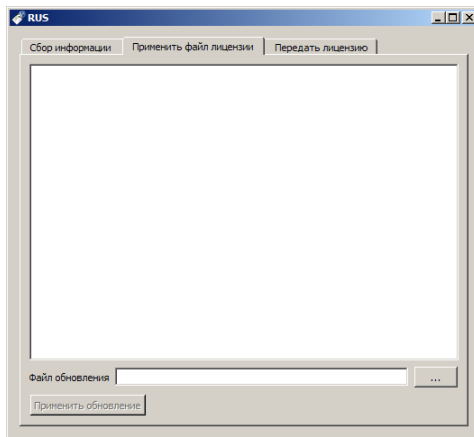

Рис. 8.52 Диалоговое окно “Управление лицензиями”, режим “Применить файл лицензии”
- получив от разработчика *.v2c файл, активируйте диалоговое окно рис. 8.52, стр. 356 и примените файл обновления
- получив от разработчика *.v2c файл, активируйте диалоговое окно рис. 8.52, стр. 356 и примените файл лицензии.